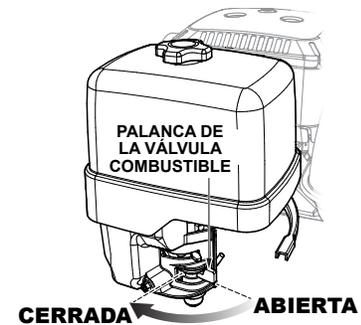

Figura 24. Palanca de la válvula de combustible (**CERRADA**)
3. Ponga la palanca de corte de combustible (Figura 24) en la posición de **APAGADO**.